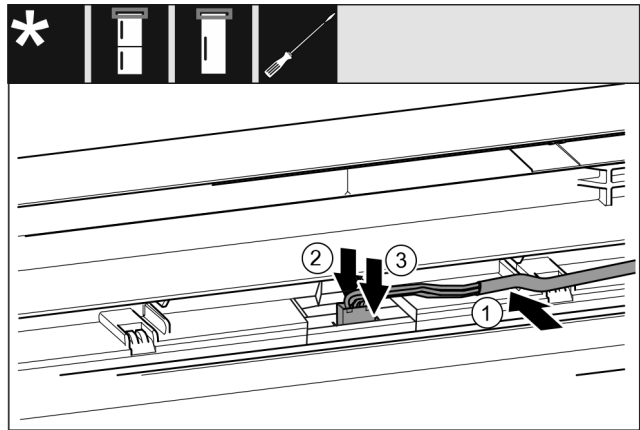

Fig. 33
- ▶ Pange hall kaabel ülemise ukse juhikusse. Fig. 33 (1)
- ▶ Suruge fiksaatornina tahapoole. Fig. 33 (2)
- ▶ Fikseerige pistik. Fig. 33 (3)